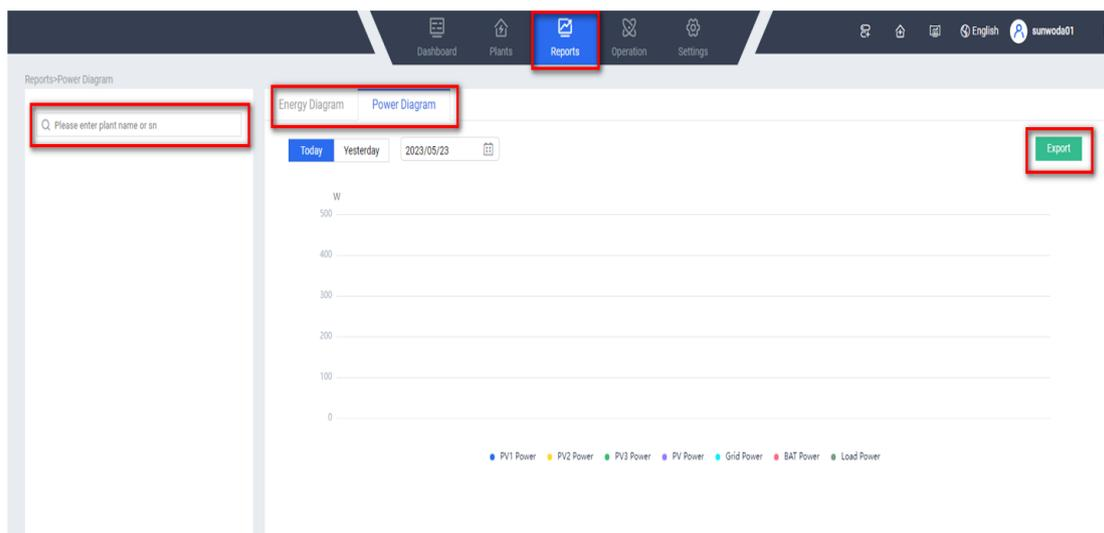

Figura 4.25
(3) Puede consultar la ubicación del cuadro rojo en el siguiente enlace Página para ver y exportar informes de energía y potencia para los sitios y dispositivos relevantes (Figura 4.25).